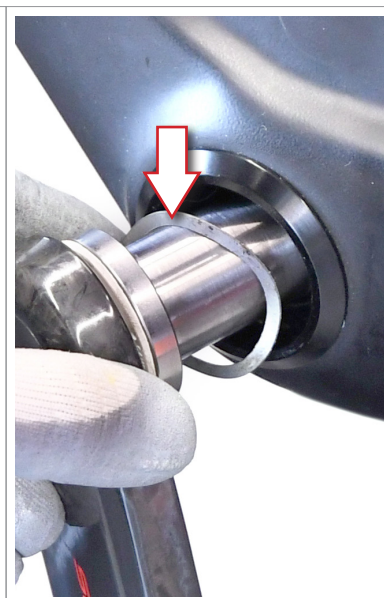

Fig.4
- Insérez la rondelle ondulée (fig. 4) dans l'espace pour le roulement de la cuvette gauche.